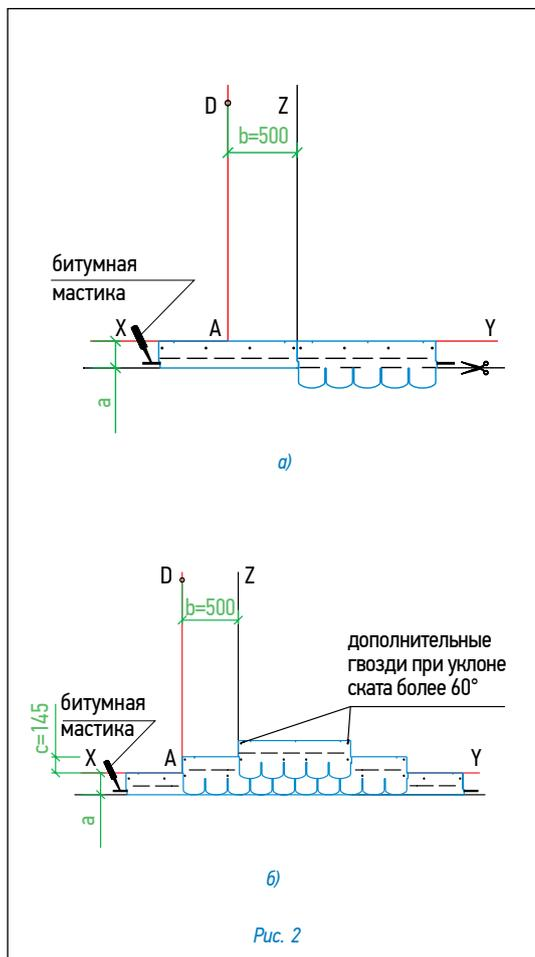

Рис. 2
### Укладка материала (рис. 2)
- Начальный ряд формируется из специальной коньково-карнизной черепицы, либо из листов черепицы обрезанных по линии образованной конечными точками вырезов. Элементы начального ряда укладываются по линии карниза в обе стороны от линии Z (рис. 2а) и фиксируются по нижнему краю битумной мастикой, а по верхней кромке 4 гвоздями (ось гвоздей на 5 см ниже верхнего края полосы).
- далее первый ряд черепицы укладывается от линии AD (рис. 2б);
- второй ряд укладывается от линии Z (со смещением 50 см от AD) (рис. 2б);
Каждый лист черепицы крепится 4 гвоздями в штатных листах (ось гвоздей на линии битумных клеевых полос) таким образом, чтобы гвоздь прошивал и верхний край нижележащего листа черепицы (рис. 2б).